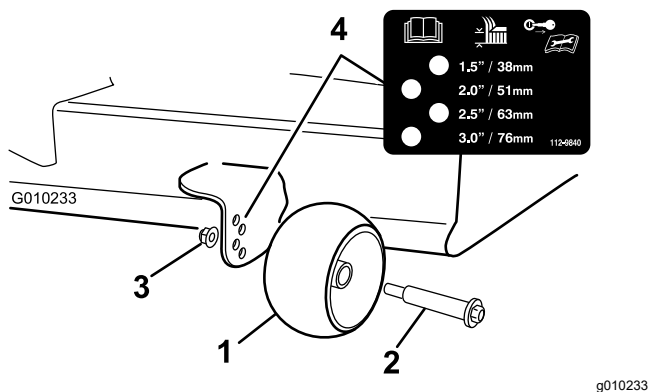

Figure 25
3. Réglez les galets anti-scalp (Figure 25) à la position correspondant le mieux à position de hauteur de coupe.